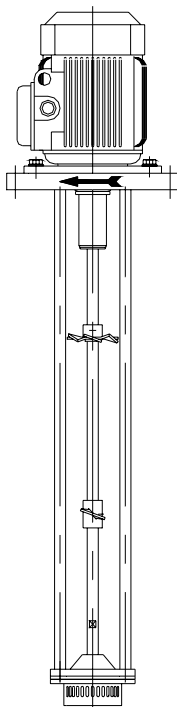

Figura 5.1
3. Verificare che il verso di movimento delle pale sia corretto (verso di movimento orario visto dal lato del azionamento). Vedi figura 5.1.